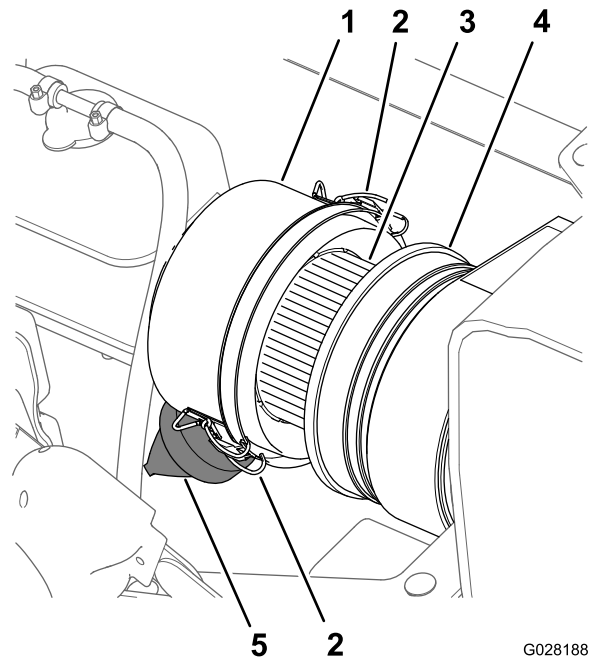

Figure 73
3. Nettoyez le capuchon antipoussière et le boîtier du filtre à air (Figure 73).
4. Recherchez sur le boîtier du filtre à air des dommages susceptibles d'occasionner des fuites d'air (Figure 73).
5. Pressez la valve à poussière pour éliminer les saletés, la poussière et les débris (Figure 73).
7. Vérifiez que l'élément du filtre à air ne présente pas de dépôts excessifs de poussière, saleté ou débris (Figure 73).
8. Reposez le capuchon antipoussière sur le boîtier du filtre à air et fixez-le en place avec les 2 attaches (Figure 73).
2. Nettoyez le capuchon antipoussière et le boîtier du filtre à air (Figure 73).
6. Nettoyez l'intérieur du capuchon antipoussière, du boîtier du filtre à air et de la valve à poussière avec un chiffon humide (Figure 73 et Figure 74).